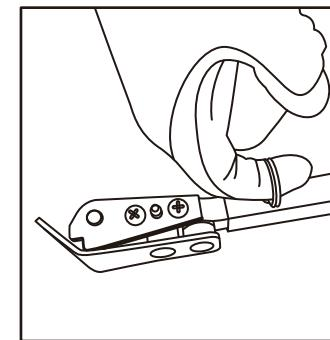

Fig. 5
B. Cuando tire hacia arriba o desde arriba, tire del pasador delantero de la extensión frontal (6), gírelo 180 grados e insértele nuevamente en el brazo base (5) y vuelva a instalar el pasador (Fig. 5 y 6). Envuelva la cuerda debajo de la parte inferior del cabrestante (1) y enrolle la cuerda en sentido contrario a las agujas del reloj. Asegúrese de que la broca de 18 voltios esté en posición ADELANTE y aumente como la mayoría de los extractores de alambre convencionales.